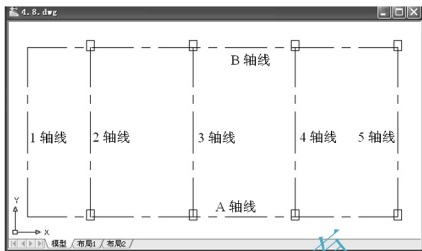

图 4.10 复制 7 个柱子
- 在**指定基点或 [位移(D)] <位移>**：指定第二个点或 <使用第一个点作为位移>：提示下，分别捕捉 A 轴线和 2 轴线、3 轴线、4 轴线的交点，捕捉 B 轴线和 2 轴线、3 轴线、4 轴线、5 轴线的交点，这样便复制出另外 7 个柱子，如图 4.10 所示。